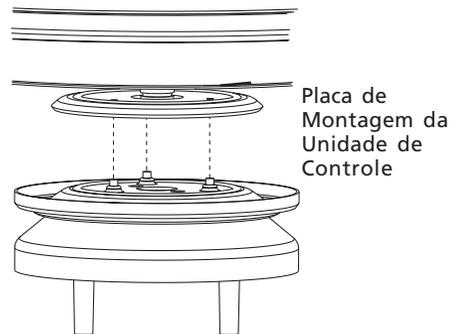

Figura 8b - Prendendo o Conjunto à Placa de Montagem da Unidade de Controle
5. Finalmente instale os três parafusos nº 6 de 32 x 3/4 pol. na placa de montagem da unidade de controle. Certifique-se que todos os três parafusos estejam seguros. Consulte a Figura 8b.